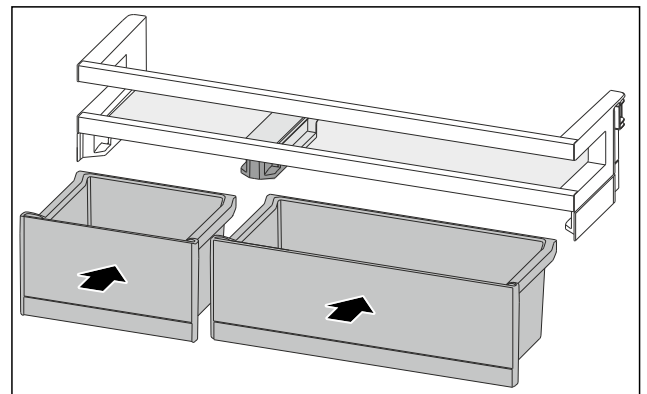

Fig. 86
- ▶ Inserire i VarioBox in posizione scambiata. (vedere Fig. 86)